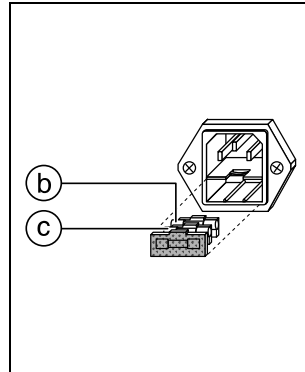

Fig. 2.2
Defekte Sicherung ② entfernen und durch die auf richtigen Sicherungswert überprüfte Reservesicherung ③ ersetzen (Fig. 2.2).
Replace the defective fuse ② using the reserve fuse ③ which has been checked for the correct rating (Fig. 2.2).